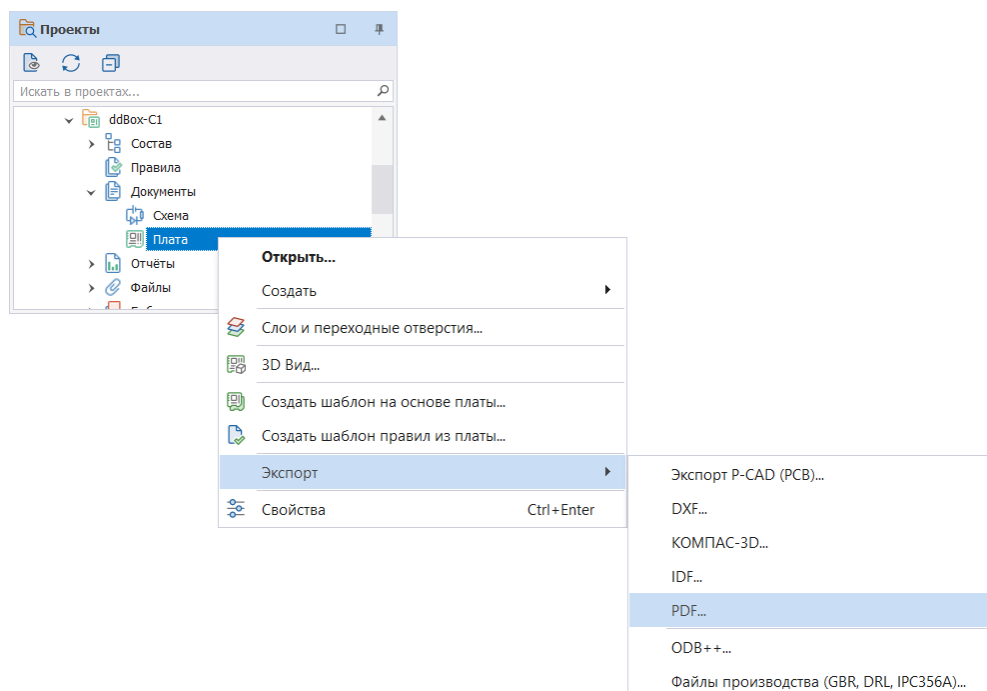

Рис. 84 Вызов экспорта платы проекта
1. Вызовите контекстное меню с платы проекта, плату которого необходимо выгрузить в PDF формате, выберите «Экспорт в PDF...», Рис. 84.